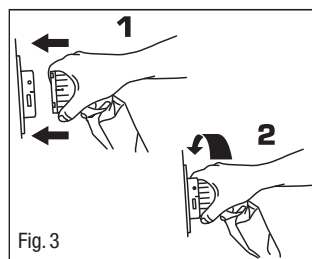

Fig. 3
5. Anslut luftslangen till enheten genom att matcha den svarta linjen på luftslangen med den svarta linjen på strömenhetens anslutning och tryck ihop. Vrid madrassens slanganslutning medurs tills den gröna indikatorn fyller indikatorhålet på strömenhetens anslutning (Fig. 3).